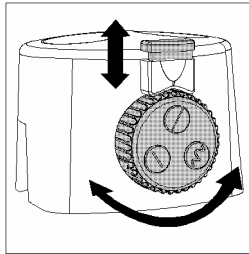

Fig. 5
- 1 Tirez le verrou de la tête de coupe à lame de coupe rotative vers le haut (Fig. 5).
- 2 Tournez le bouton sélecteur jusqu'à ce que le symbole du profil voulu se trouve sous le verrou (Fig. 5).
- 3 Tirez le verrou de la tête de coupe vers le bas (Fig. 5).